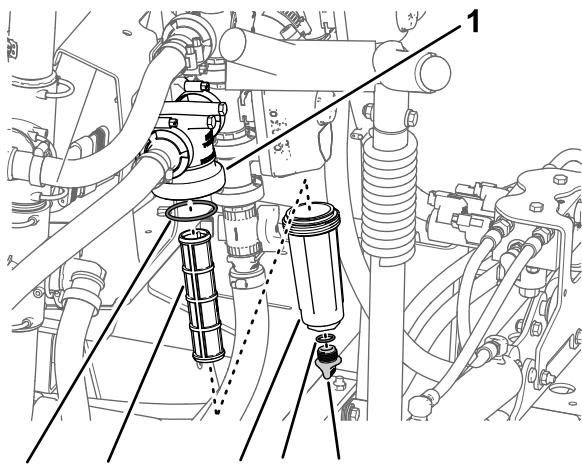

図 102
2. 圧力フィルタの下に受け容器をおく 図 102。
3. 圧力フィッティングのドレンプラグを左に回して外す 図 102。
4. ボウルを左に回してフィルタヘッドから外す図 102。
5. 古い圧力フィルタエレメントを外す図 102。
6. ドレンプラグのOリングボウルの内側とボウルのOリングフィルタヘッドの内側に傷や破損がないか点検する図 102。
7. 新しい圧力フィルタエレメントをフィルタヘッドに取り付ける図 102。
8. フィルタヘッドにボウルを取り付けて手締めする図 102。
9. ボウルにプラグを取り付けて手締めする図 102。